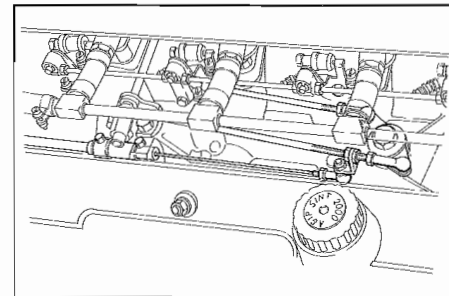

Fig. 17 - Cavo comando gas
- Sganciare il cavo comando gas estraendo la molletta di ritegno 1 (**Fig. 17**); smontare la fascetta ferma guaina 2 (**Fig. 17**).
- Disconnect throttle control cable by removing retaining spring 1 (**Fig. 17**); remove sheath 2 retaining clamp (**Fig. 17**).